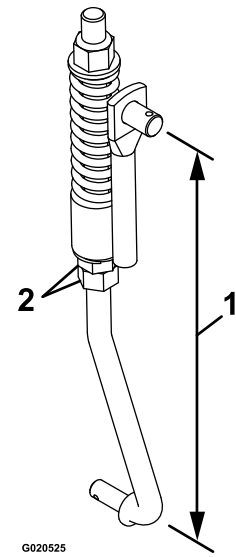

Figura 47
- Ajuste la longitud del acoplamiento con las 2 tuercas situadas en la parte inferior del conjunto de muelle vertical (Figura 47).